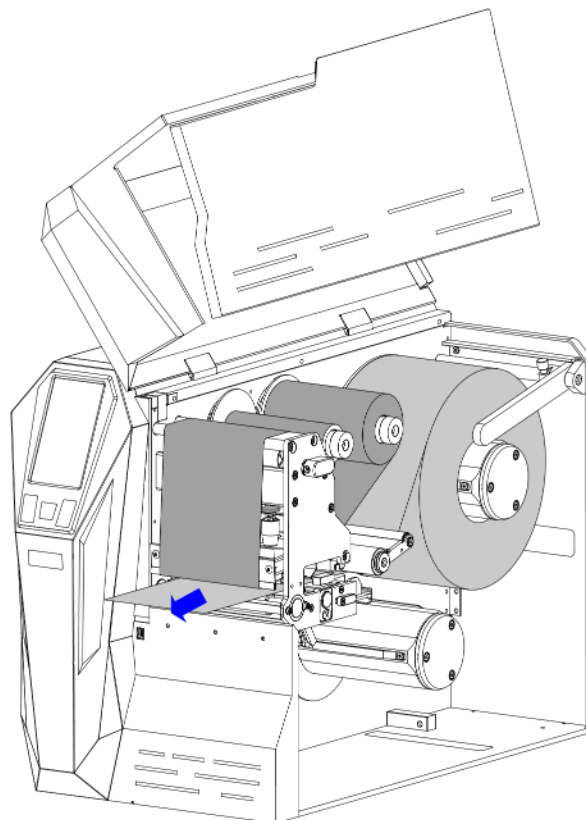

Рисунок 2-26 Загрузка носителя
2. Пропустите носитель вдоль пути носителя, как показано на рисунке 2-10, установленный носитель показан на рис. 2-26.